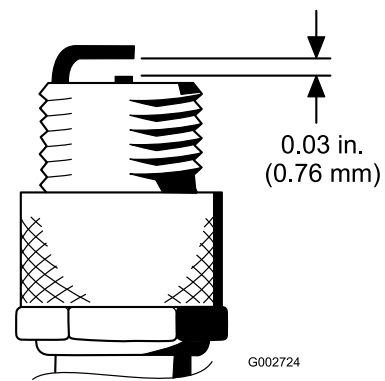

Figure 48
- Régalez l'écartement entre les électrodes centrale et latérale à 0,76 mm (Figure 48).